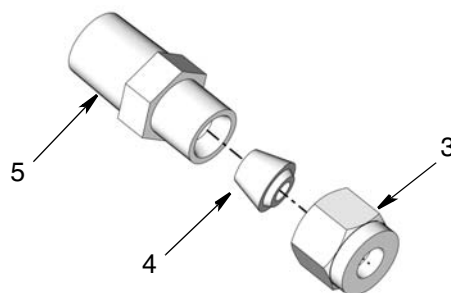

FIG. 2
3. Monte holgadamente la tuerca del tubo (3), la guarnición del tubo (4) y el adaptador del tubo (5) (FIG. 2).